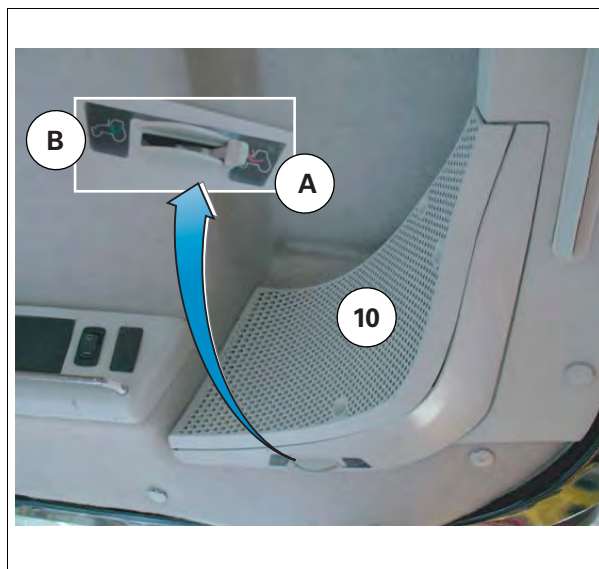

Рис. 24.
- (1) Регулируемые вентиляционные отверстия.
- (2) Освещение кабины (см. "Освещение кабины", страница 72)
- (3) Переключатель очистителя заднего стекла
- (4) Потолочный переключатель панели Triflash (по отдельному заказу)
- (5) Динамики радиоприемника
- (6) блок управления системой кондиционирования воздуха
- (7) Гнездо для радиоприемника.
- (8) Лампа освещения консоли
- (9) Открывающийся люк крыши (в зависимости от модели)
- (10) Задние левая и правая решетки рециркуляции воздуха рис. 24
- 10 Задние левая и правая решетки рециркуляции воздуха рис. 24